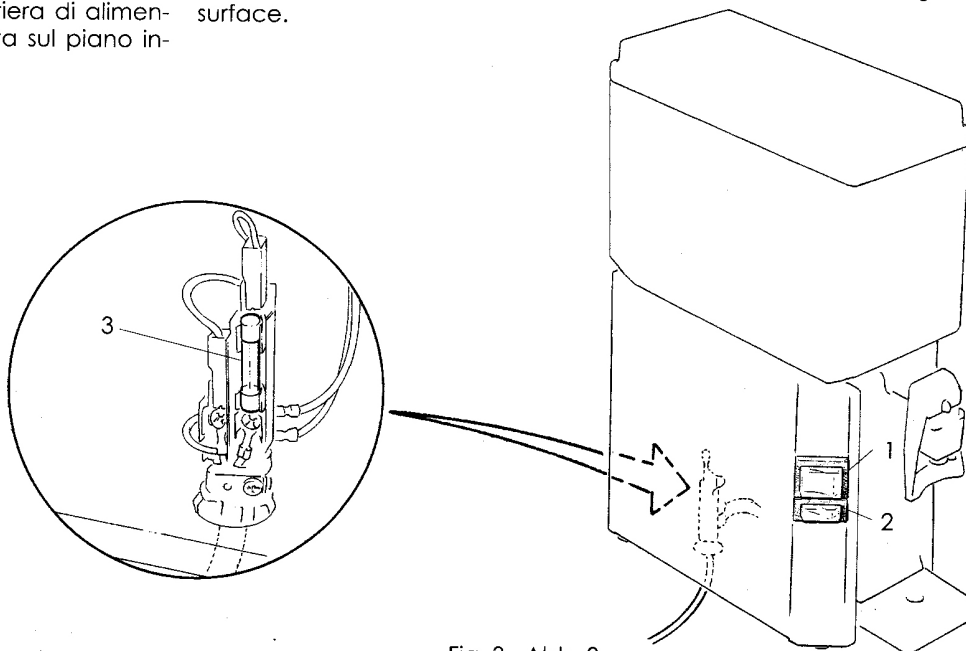

Fig. 3 - Abb. 3
-Interruttore generale: (1, fig. 3) (con segnalatore luminoso incorporato): attivazione equipaggiamento frigorifero e predisposizione al funzionamento dell'agitatore a pale.
-Interruttore/i unipolare: (2, fig. 3) attivazione agitatore a pale.
-Dispositivo di protezione: (3, fig. 3) fusibile, incorporato nella morsettiera di alimentazione fissata sul piano inferiore.
-Interrupteur général: (1, figure 3) (avec témoin lumineux) : activation groupe frigorifique et préparation au fonctionnement groupes pelles ;
-Interrupteur/s unipolaire/s : (2, fig. 3) : activation groupes pelles ;
-Dispositif de protection: (3, fig. 3) : fusible inséré dans le bornier d'alimentation fixé au plan inférieur.
-Hauptschalter: (1, Abb.3) (mit eingebautem Leucht-melder): Anschaltung der Kühleinheit und Voreinstellung für den Betrieb der Schaufel vorrichtung.
-Schalter/1 einpolig (2, Abb.3): Betätigung der Schaufeln vorrichtung.
-Schutzvorrichtung: (3, Abb.3) Eine Sicherung im Speise-kabel und an der unteren Tragstruktur befestigt.
In caso di malfunzionamento dell'apparecchio disinserire l'interruttore generale, scollegare la spina dalla rete di alimentazione e **verificare l'integrità del fusibile (fig. 3).**
En cas de mauvais fonctionnement de l'appareil débrancher l'interrupteur général, la fiche d'alimentation et **vérifier le fusible (fig. 3).**
Wenn Störungen auftreten, Hauptschalter abschalten, gelbe Stecke hereausziehen. Wartung durch qualifiziertem und autorisiertem Personal zur **überprüfung der Sicherung im Speisekabel (abb. 3)**